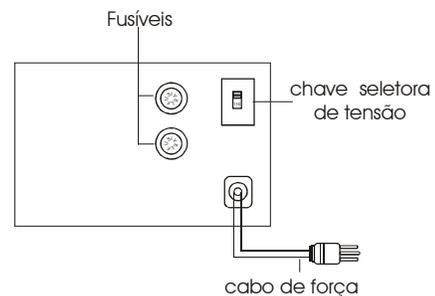

Figura 14 – Vista inferior da fonte de energia
2. Verifique a tensão de sua rede elétrica. O aparelho sai de fábrica com a chave seletora em 220V. Se sua rede for 127V, mude a chave seletora (localizada na parte inferior da fonte de energia – vide figura 14) para 110.
A figura 14 ilustra a vista inferior da fonte de energia. Para efetuar a troca dos fusíveis, siga os seguintes passos: